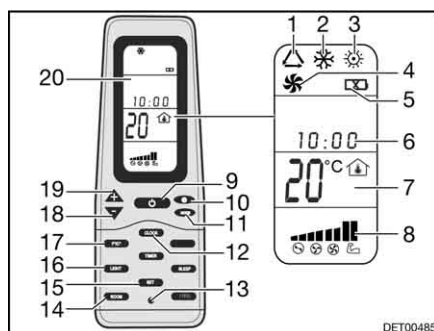

Fig. 200 Télécommande
- Appuyer sur la touche ON/OFF (Fig. 200,9).
- Appuyer sur la touche "Mode" (Fig. 200,11) autant de fois que nécessaire pour que le mode de fonctionnement souhaité (Fig. 200,1, 2, 3 ou 4) s'affiche à l'écran (Fig. 200,20).
- Régler la température désirée à l'aide des touches "+" (Fig. 200,19) et "-" (Fig. 200,18).
- Sélectionner le niveau de ventilation souhaité à l'aide de la touche de vitesse du ventilateur (Fig. 200,10).